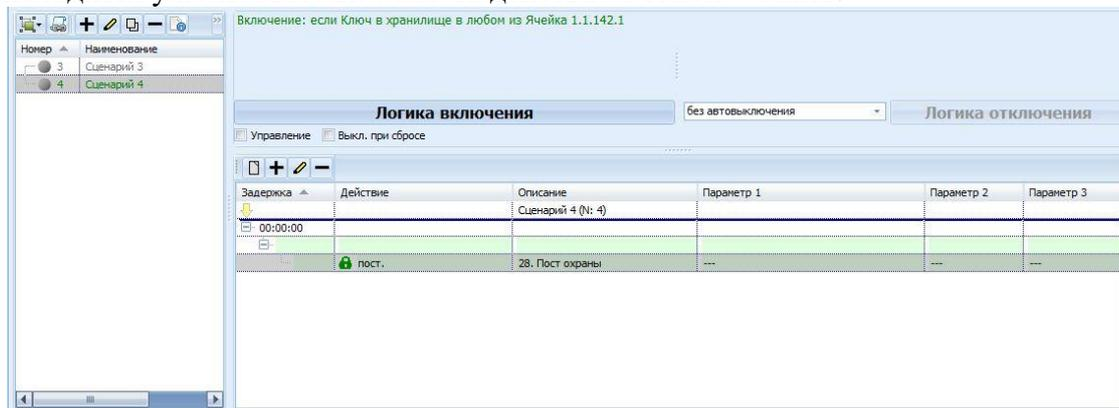

Рисунок 5.23
2) Создать первый сценарий, который ставит зону на охрану если ключ от зоны находится в хранилище, так, как описано в первом варианте. Но в логике отключения сценария выбрать – без автовыключения (рисунок 5.23). Создать второй сценарий, который снимает зону с охраны, если ключ от зоны находится у пользователя: